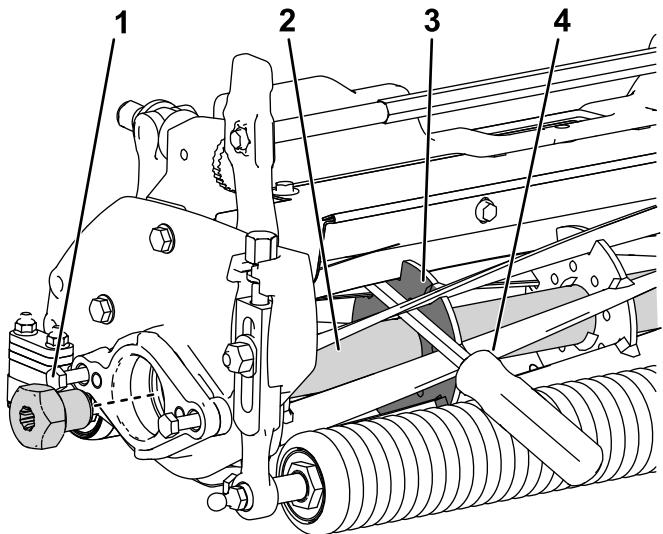

図 37
1. 長い柄のバール 9 mm x 30 cm 程度のドライバータイプのもの。握りのついているものがよいを用意する。バールは、トルク作業を行う側に近い側で、リールの前から差し込むようにする図 37。
2. リールサポートプレートの溶接されている側からバールを入れ図 37、